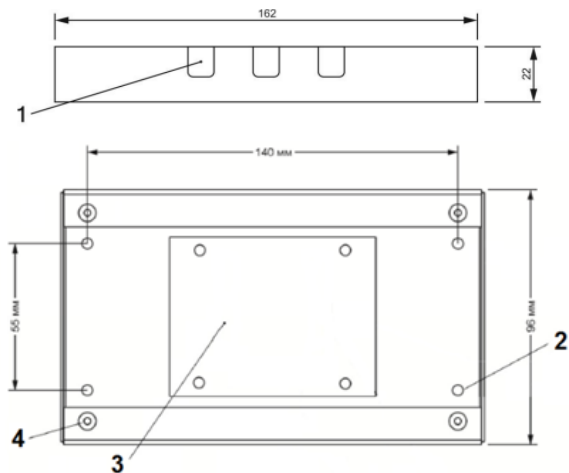

Рис. 3. Внешний вид базового основания
7.4.1 Перед установкой извещателя необходимо выполнить разметку мест установки отражателя и базового основания (см. рисунок 3) извещателя. Места установки отражателя и базового основания извещателя должны быть расположены на одинаковых расстояниях от потолка и от ближайшей к месту установки стены, балки.
7.4.4 Удалить заглушку (заглушки) отверстия для ввода кабеля (см. рисунок 3, поз. 1) в базовом основании извещателя.